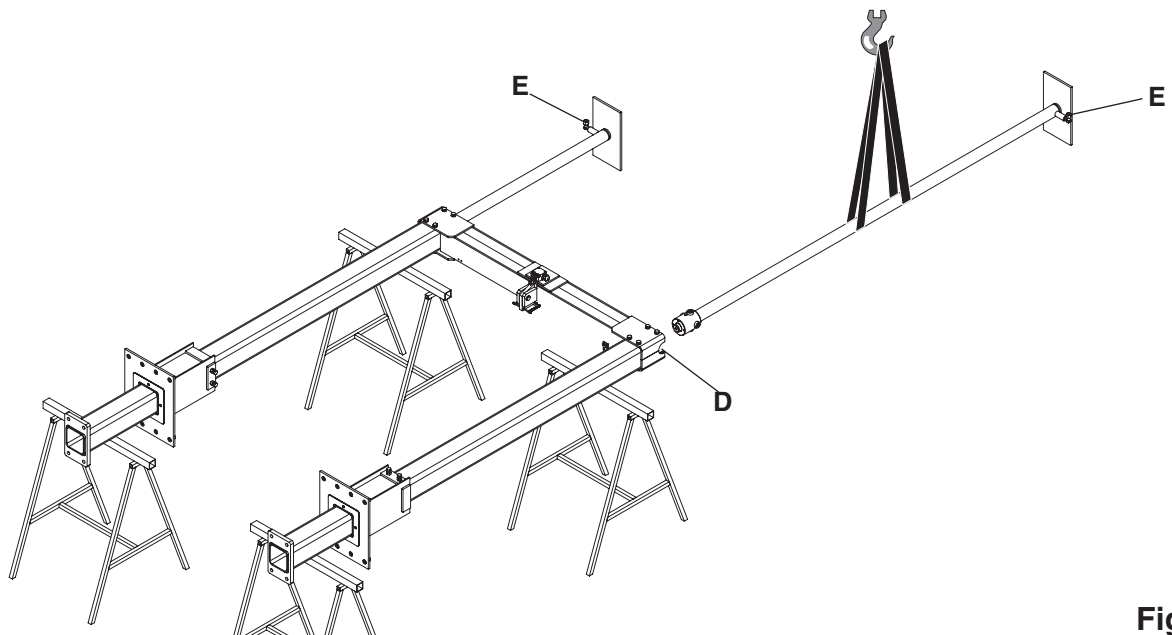

Fig. 13
- Sollevare i due pistoni ed inserirli come in fig. 13 in modo che i raccordi (E) s'inseriscono negli scassi (D).
- Lift the two pistons and install them as show in fig. 13 so that connectors (E) engage inside shaped recesses (D).
- Die zwei Kolben anheben und, wie in Abb. 13 angegeben, einbauen, so dass die Anschlussstücke (E) in die Aussparungen (D) eingefügt werden können.
- Lever les deux pistons et les insérer comme indiqué sur la fig. 13 de façon que les raccords (E) s'insèrent dans les cavités (D).
- Levantar los dos pistones e introducirlos como ilustra la fig. 13 de tal manera que las uniones (E) entren en los encajes (D).